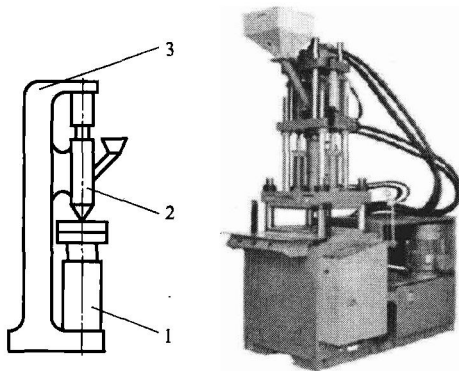

图 1-3 立式注塑机
① 立式注塑机。如图 1-3 所示，该型注塑机的注射系统与合模系统的轴线呈一竖直排列。其优点为：占地面积小、模具拆装方便、制品嵌件易于安放而且不易倾斜或坠落。缺点：因机身高而稳定性差、加料和维修不方便、制件顶出后不易自动脱落，难以实现全自动化操作。立式注塑机常用于小型机，不宜用于大、中型机。